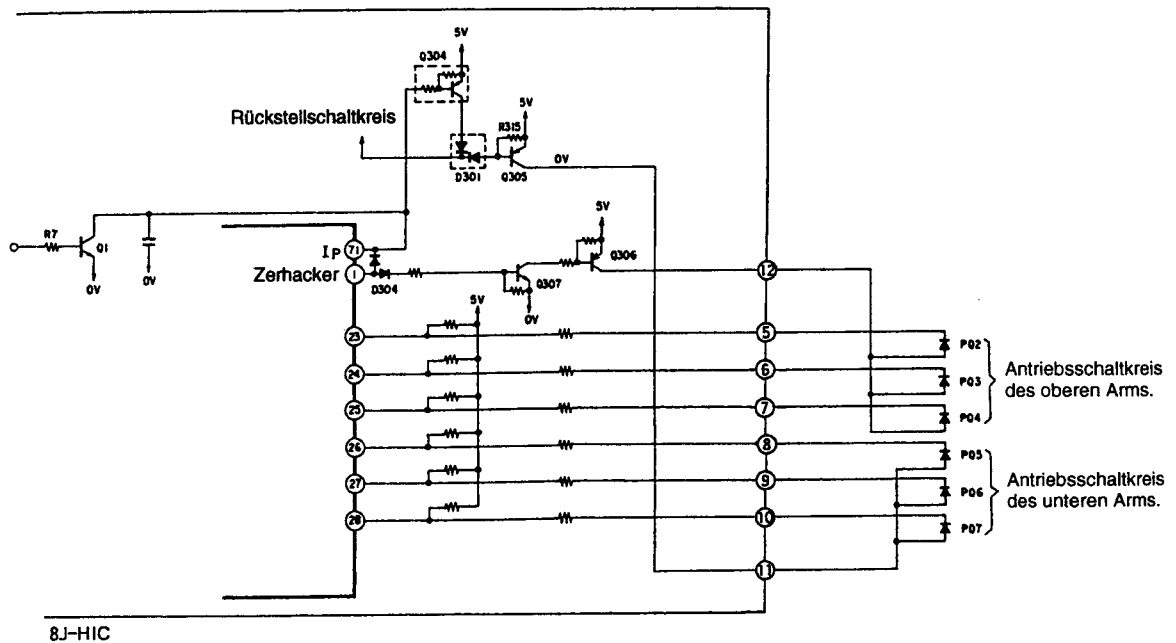

Abb. 9-1 Auslösesignal-Synthesierschaltkreis
- Abb. 9-1 zeigt den Auslösesignal-Synthesierschaltkreis. Dieser Schaltkreis verwendet die Treibersignale der Transistoren des oberen und unteren Arms, um das Zerrhackersignal zu modulieren oder das Treibersignal zu stoppen, abhängig von dem Vorhandensein oder der Abwesenheit des Ip-Abschaltsignals und des Rückstellsignals.